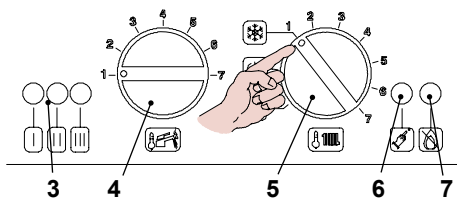
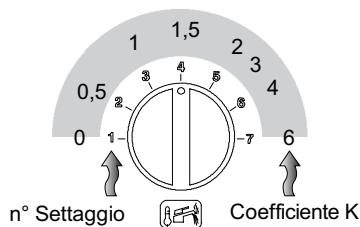

Figura 5.61
Figura 5.64
- Posizionare il selettore 5 come indicato in Figura 5.61; la lampada di segnalazione 3 lampeggia ad intermittenza circa ogni 2 secondi
- Tenere premuto il pulsante di ripristino 6 in Figura 5.61 per circa 10 secondi, la lampada di blocco 7 inizierà a lampeggiare.
- Se non si visualizza questa sequenza premere il pulsante di ripristino 6 in Figura 5.61 tante volte fino alla visualizzazione (5 volte).
- Per visualizzare il settaggio impostato tenere premuto il pulsante di ripristino 6 in Figura 5.61 per circa 5 secondi. Le spie di segnalazione 3 lampeggeranno un numero di volte pari al settaggio (Figura 5.64)
- Per cambiare il settaggio ruotare la manopola regolazione temperatura sanitari 4 in Figura 5.61 e posizionarla nel valore di K desiderato Figura 5.64 (nella figura es. manopola settata per K1,5), la lampada di segnalazione blocco 7 lampeggia velocemente
- Per memorizzare il settaggio premere il pulsante di ripristino 6 in Figura 5.61 per circa 5 secondi, le spie di segnalazione 3 lampeggiano tutte quante simultaneamente come in Figura 5.65 (legenda spie Figura 5.63)